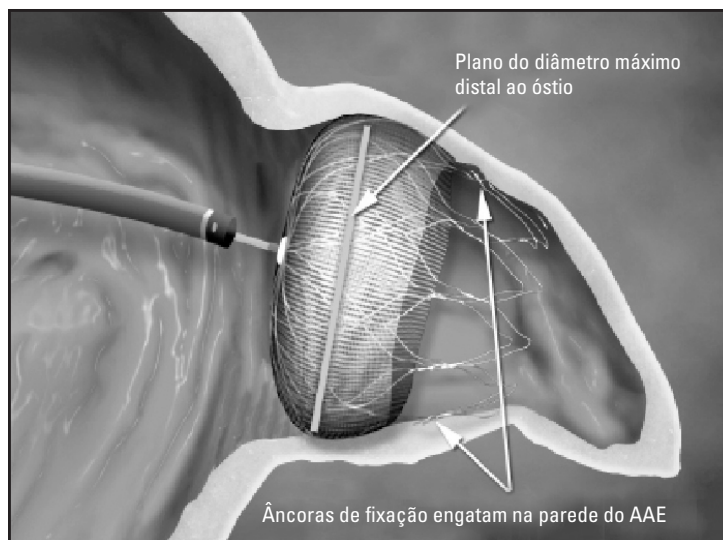

Figura 5. Posição e tamanho do Dispositivo de Fecho do AAE WATCHMAN
- A. **Posição:** o plano do diâmetro máximo está no óstio do AAE ou imediatamente distal ao mesmo e abrange todo o óstio do AAE (consulte a Figura 5).
- C. **Tamanho (compressão):** meça o plano do diâmetro máximo do Dispositivo (consulte a Figura 5). Utilize o Quadro 2 como orientação.